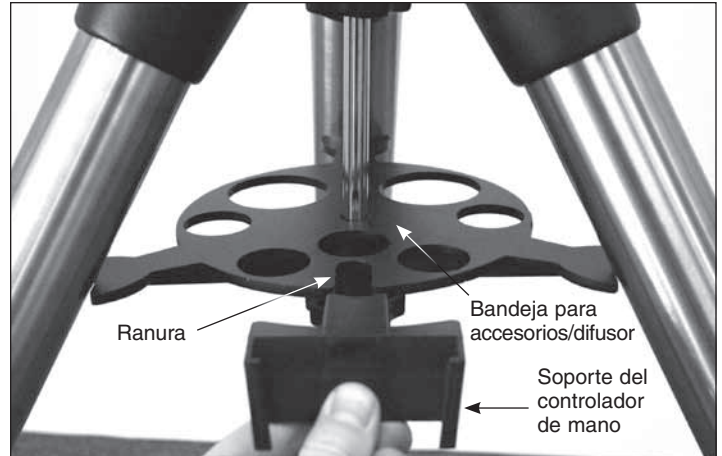

Figura 6. El soporte del controlador de mano encaja en la ranura de la bandeja para accesorios.
3. Inserte el soporte del controlador de mano en la ranura en forma de U de la bandeja para accesorios/difusor (**figura 6**).